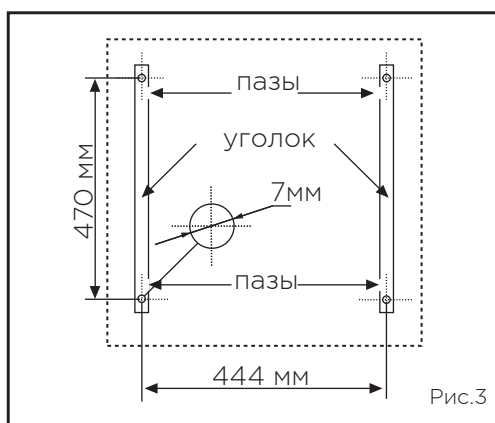
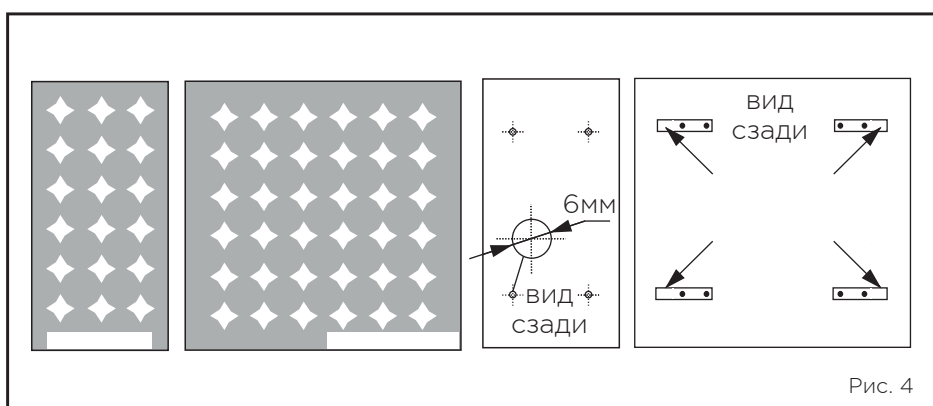

Рис.3
Рис. 4
- Для монтажа светильников ССВ с типом корпуса "накладной" необходимо сначала закрепить на верхнем основании (потолке) два уголка, как показано на рис. 3. Затем повесить светильник, вставив в пазы уголков (на рис.3 обозначены стрелками) кромки (ушки) (на рис.4 обозначены стрелками) корпуса светильника.